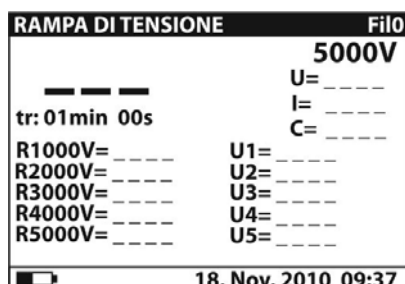
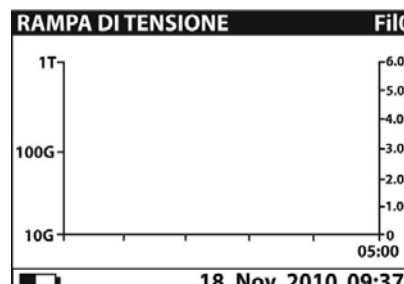

Fig. 34: Videata iniziale numerica
Fig. 35: Videata iniziale grafica
2. Selezionare con i tasti freccia ▼ o ▲ la voce “RAMPA DI TENSIONE” sul menu principale e confermare con il tasto **SELECT**. La videata di Fig. 34 è mostrata dallo strumento. Nel caso in cui l'opzione Grafico R(t) sia **attivata (ON)** premere i tasti freccia ▼ o ▲ per passare alla videata grafica di Fig. 35